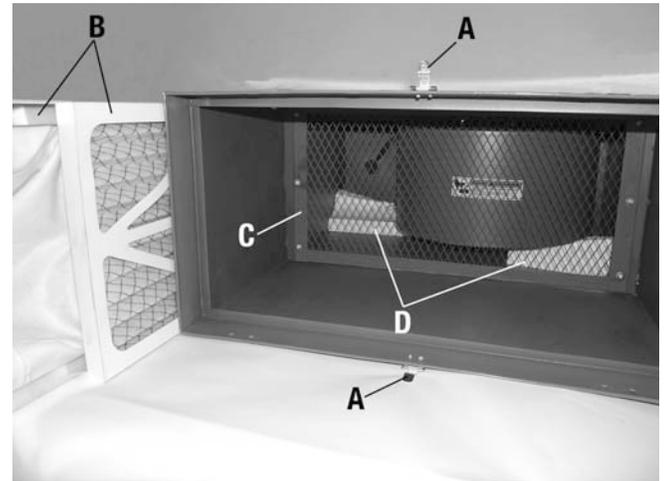

FIGURE 4
- 1) Pivotez les attaches de filtres (A) Fig.4 du haut et du bas et retirez le filtre extérieur et intérieur (B).
- 2) Retirez le grillage en acier (C) à l'intérieur du boîtier et retirez les blocs de polystyrène expansés (D).